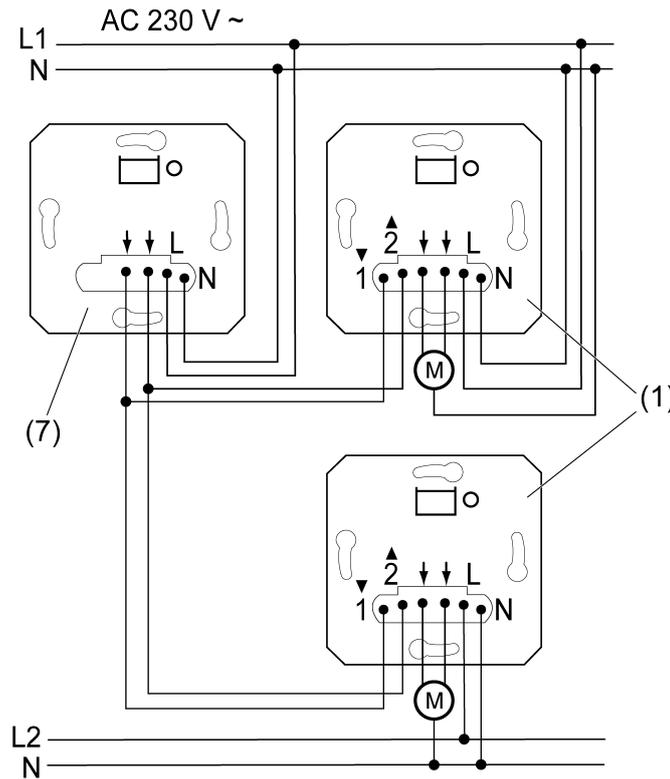

рисунок 4: Пример подключения в групповую систему управления
Вставка жалюзи может быть объединена в групповую систему управления (см. рисунок 4) или для управления на месте (1), или в качестве центрального прибора (7).
- Подключите вставки жалюзи, как показано на примере (см. рисунок 4). При этом вставки жалюзи могут находиться и на разных внешних проводах.